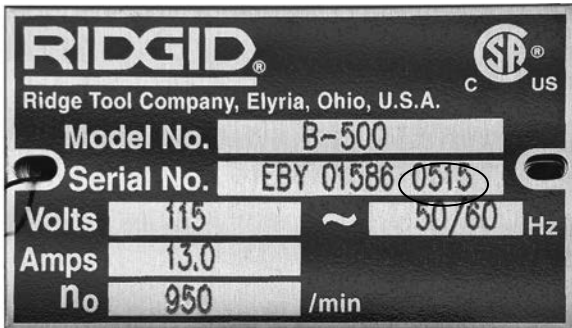

Рис. 3 – Стандартные принадлежности
6. Установите требуемую ширину пояска фаски (рис. 3)